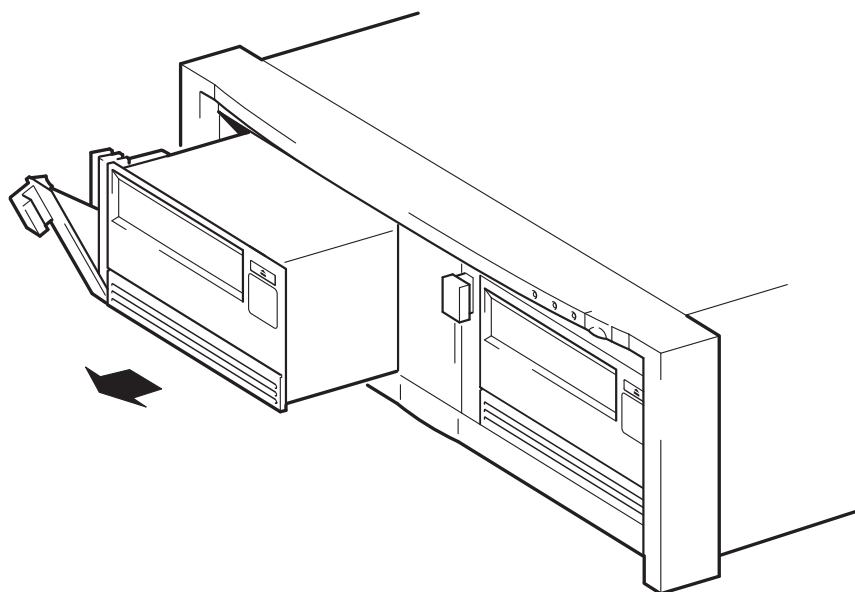

图 9b: 卸下磁带机
- 2 用抽出器拉杆将磁带机从磁带组中轻轻地拉出。（见图 9b。）